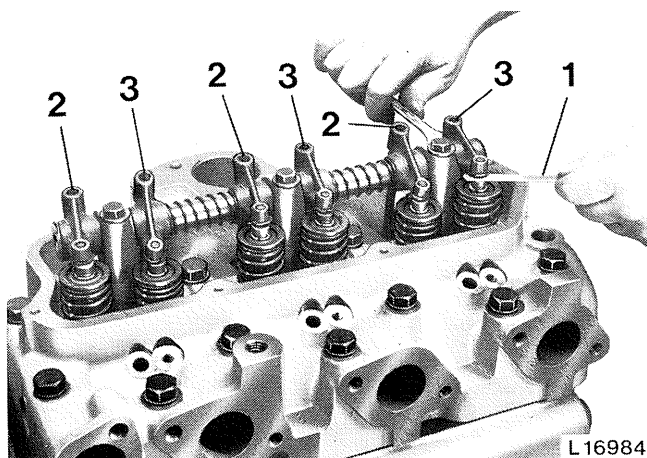

Fig. 8 — Réglage du jeu aux soupapes, montré sur la soupape d'admission du cylindre n° 3
4. Mesurer le jeu aux soupapes à l'aide du jeu de cales (voir fig. 8) et le régler (voir données de réparation).